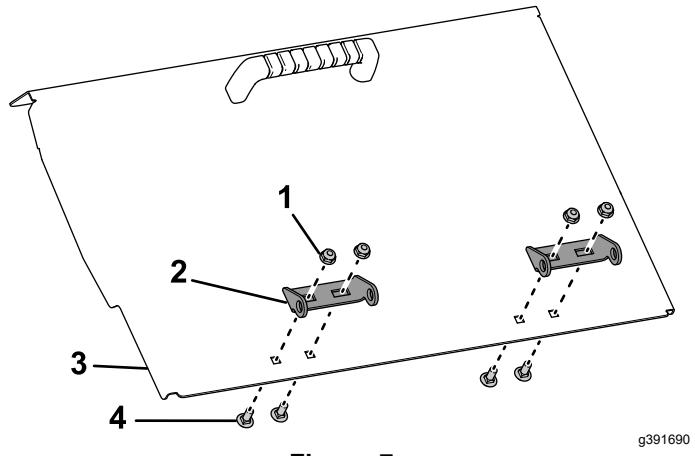

Figure 7
6. Montez la charnière sur la trappe de la trémie à l'aide des boulons de carrosserie (6 mm x 16 mm) et des contre-écrous fournis (Figure 7).